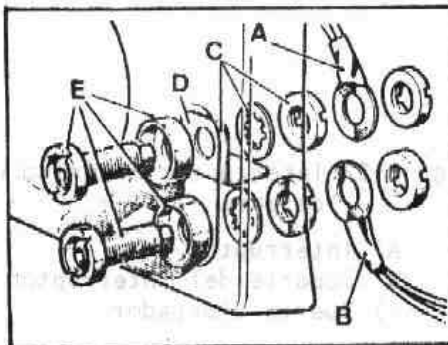

Fig. P-20 Enchufe para luz auxiliar
- 1.4. Desconectar los cables, A y B (Fig. P-20) de los enchufes y retirar los elementos de fijación, C de los tornillos, las arandelas de aislamiento, D, y los enchufes, E.